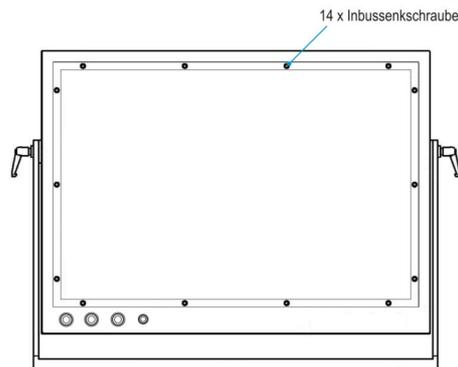

Abbildung 8: Rückwand POLARIS II Panel PC
- ▶ Eine ausreichende Kabellänge wählen, damit beim Drehen/Neigen des Gehäuses die Kabel nicht beschädigt werden. Wahlweise können die Kabelverschraubungen auch auf der Unterseite des POLARIS montiert werden (siehe Kapitel 5.2.2, Abbildung 8).